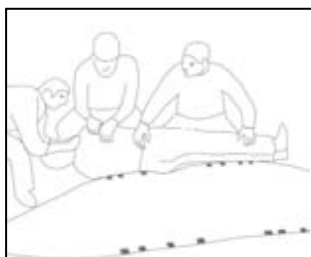

Fig. 4
- Rollen Sie den Patienten zur Seite und schieben Sie die Trage so weit als möglich unter den Patienten. Nun rollen Sie den Patienten sanft zurück auf die Trage. (Fig. 4).